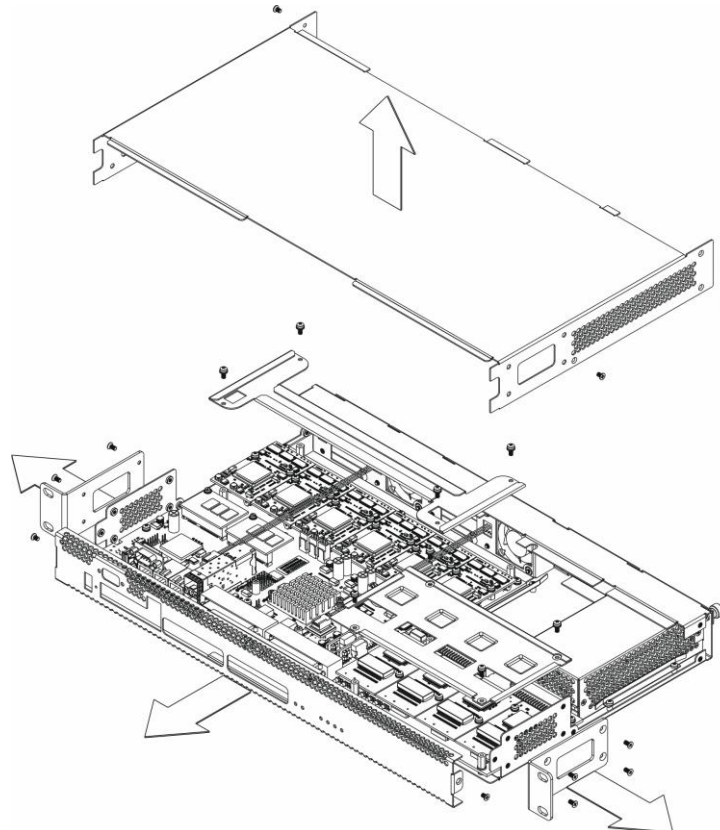

Рисунок 13 – Порядок вскрытия корпуса SMG-1016M
2. **Только для SMG-1016M** необходимо открутить фиксирующие винты передней панели, затем потянуть её на себя до отделения от верхней и боковых панелей (Рисунок 13)